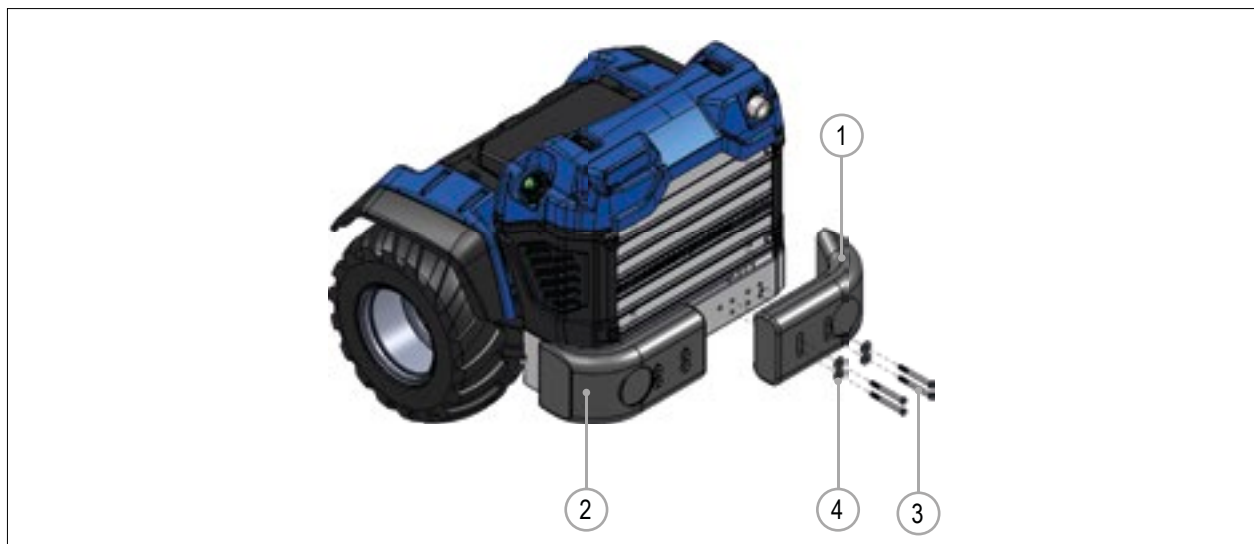

РИС. 55
- 2) Используя подъемное устройство, установите один из противовесов (РИС. 55 – Сс. 1) на заднем бампере машины.
- 3) Прикрепите противовес к бамперу с помощью болтов и шайб (РИС. 55 – Сс. 3 и Сс. 4).
- 4) Повторите для второй части комплекта противовесов (РИС. 55 – Сс. 2).